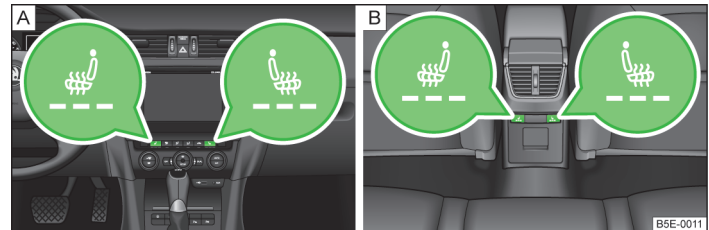

Abb. 51 Heizung: Vordersitze / Rücksitze
- › Die Symboltaste bzw. » Abb. 51 drücken.
Durch einmaliges Drücken wird die Heizung auf die höchste Intensität - Stufe 3 geschaltet, die durch das Aufleuchten der drei Kontrollleuchten unterhalb der Taste » Abb. 51 - **A** bzw. in der Taste » Abb. 51 - **B** angezeigt wird.